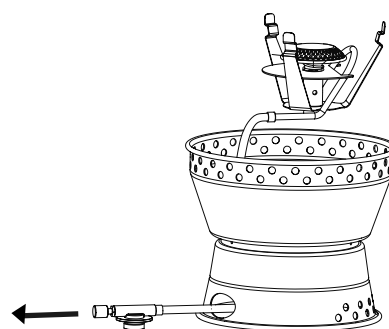

Fig. 3
- Før ventilen (10) op gennem slangeudgangen (13) på brænderens base (Fig. 3).